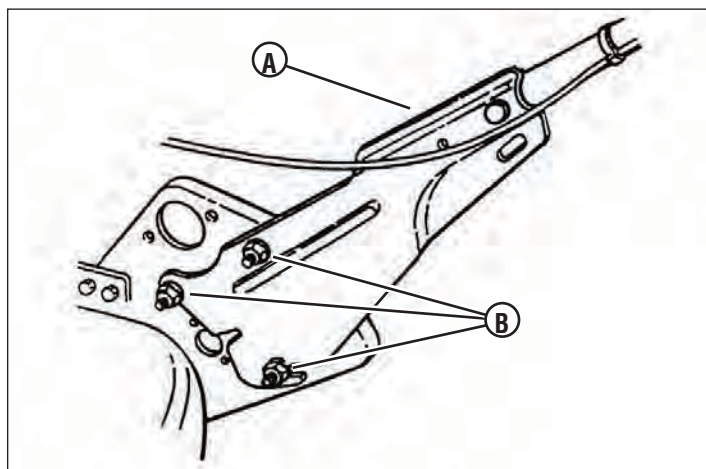
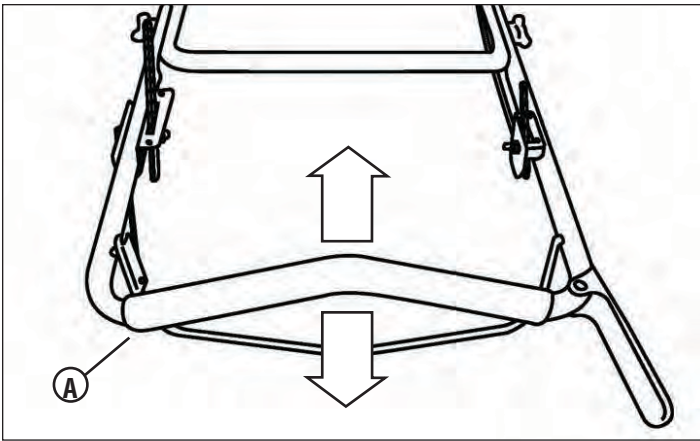

Figure 4
Figure 5
5. Pour ajuster la hauteur de la poignée, desserrer les boulons (B, Figure 4) sur les deux supports de la poignée inférieure (A). Déplacer la poignée (A, Figure 5) vers le haut ou le bas jusqu'à atteindre la hauteur désirée. Resserrer tous les boulons.